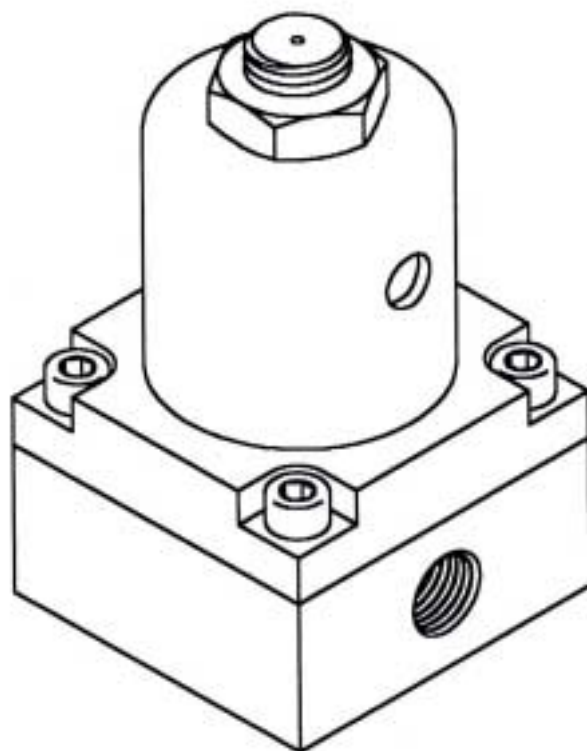

fig. 2 : Bobine (08) alimentée
Lorsque la bobine (08) est alimentée, le noyau (04) se déplace suivant l'axe (+y), le fluide passe de l'orifice d'entrée à l'orifice de sortie (fig. 2). Lorsque la bobine n'est plus alimentée, le circuit d'alimentation d'eau correspondant est fermé (fig. 3)